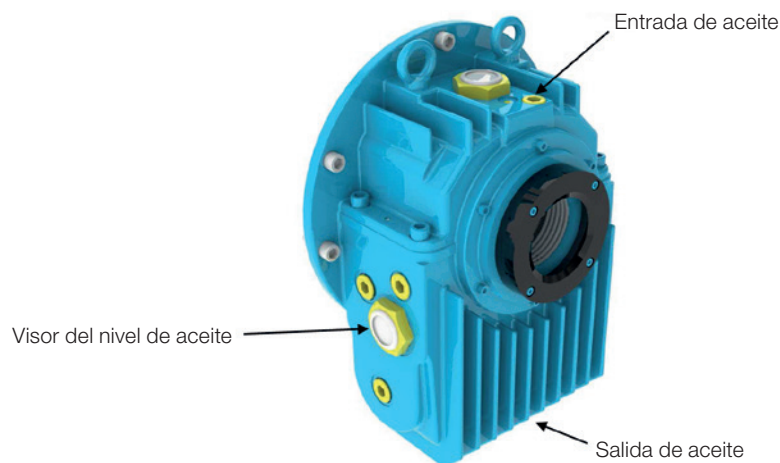

Figura 56 - Cojinete de deslevarción.
- Drene el aceite a través del drenaje localizado en la parte inferior de la carcasa del cojinete (ver Figura 56);